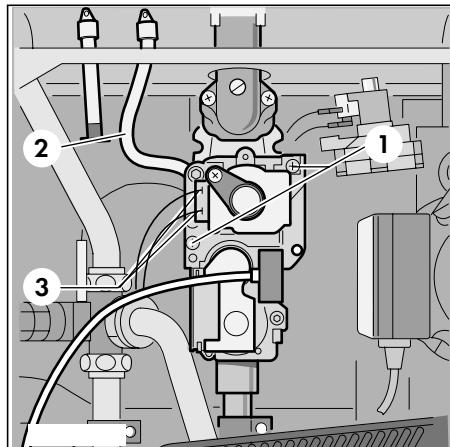
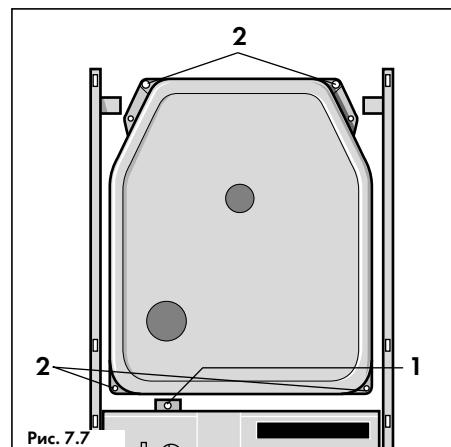

Рис. 7.12
Рис. 7.7
- Выкрутить винты (2, рис. 7.7) и снять переднюю стенку турбо-камеры со смотровым окошком. Отсоединить кабели от электродов розжига и ионизационного контроля (1, рис. 7.12);
- Выкрутить 2 винта (2, рис. 7.12) и вытащить горелку вместе с отсоединенными от кабелей электродами розжига и ионизационного контроля из турбо-камеры;
- Установить горелку вместе с отсоединенными от кабелей электродами розжига и ионизационного контроля (1, рис. 7.12) в турбо-камеру, закрепив ее двумя винтами (2, рис. 7.12);
- Присоединить кабели от электродов розжига и ионизационного контроля (1, рис. 7.12). Навесить переднюю крышку турбо-камеры на проушины и закрепить ее винтами (2, рис. 7.7). Убедиться в качественном уплотнении крышки турбо-камеры;
- Поднять панель управления и закрепить ее винтом (1, рис. 7.7);